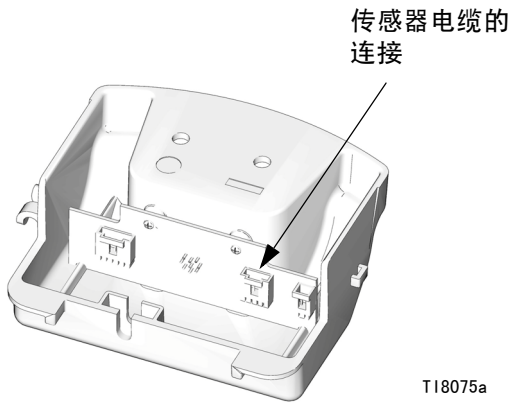

图 15：传感器电缆的连接
- b. **线性传感器型号：**卸下螺丝（134），小心地将外罩（132）从空气阀上推出。断开传感器电缆与电路板的连接。请参见图 15（第 28 页）。
a. **DataTrak 型号：**小心地将外罩 (132) 推到空气阀上。用手拧入螺丝 (134)，然后用 11.3 牛·米 (100 英寸-磅) 的扭力拧紧。重新将电磁阀电缆和传感器电缆连接到 DataTrak 模块 (131)，请参见第 14 页。小心地将该模块推回外罩 (132) 内。重新装上两个螺丝 (135)。
b. **线性传感器型号：**将传感器电缆重新连接到电路板。请参见图 15 (第 28 页)。小心地将外罩 (132) 推到空气阀上。用手拧入螺丝 (134)，然后用 11.3 牛·米 (100 英寸-磅) 的扭力拧紧。
13. 重新装上顶盖 (30)。
5. 卸下螺丝（134），小心地将外罩（132）从空气阀上推出。断开传感器电缆与电路板的连接。请参见图 15。
10. 将传感器电缆穿过转换接头侧面的孔（H），并重新与电路板连接。请参见图 15（第 28 页）。小心地将外罩（132）推到空气阀上。用手拧入螺丝（134），然后用 11.3 牛·米（100 英寸-磅）的扭力拧紧。